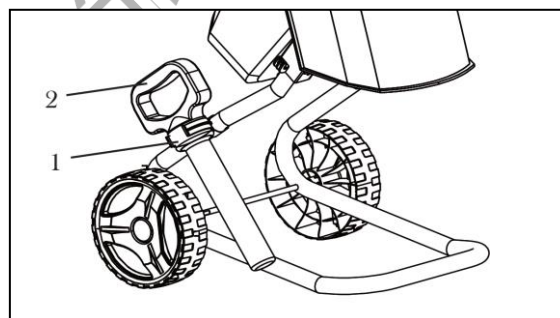

Fig. 2
1. Prindeți suportul pentru palete (Fig. 2 - 1) pe o parte a suportului.
2. Prindeți paleta (Fig. 2 - 2) în suportul pentru palete.